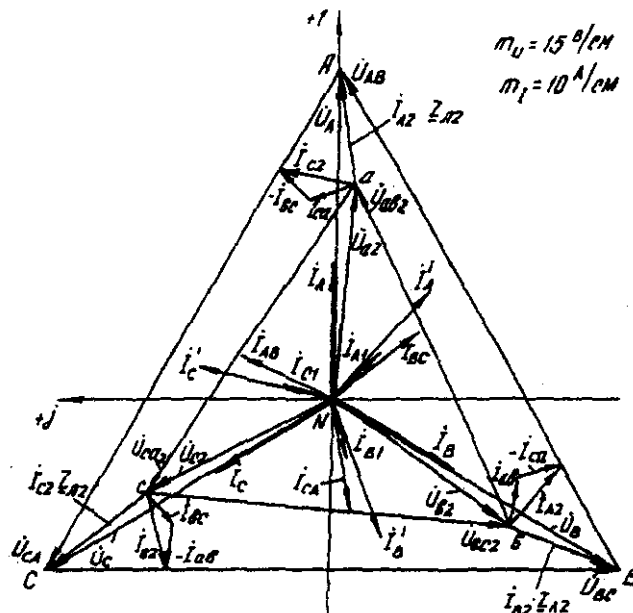

Рис. 4.6. Векторная диаграмма
11. Строим векторную диаграмму токов и топографическую диаграмму напряжений для источника и приемников электрической энергии (рис. 4.6).